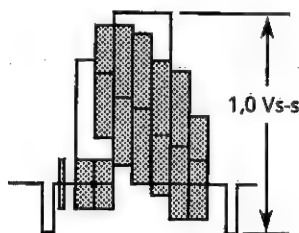

Abbildung 2-6.
8. Sicherstellen, daß die Amplitude des Wiedergabe-Farbbalkensignals $1,0 \pm 0,04$ Vs-s beträgt, wie in Abbildung 2-6 dargestellt.